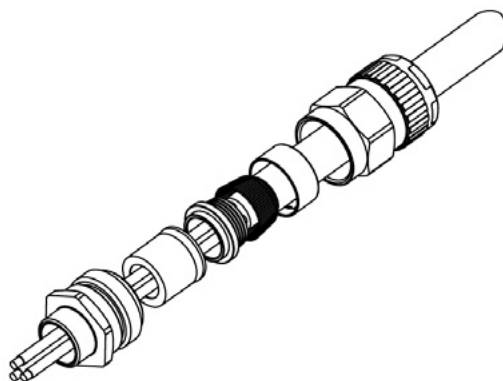

Figura 13. Ejemplo de prensaestopas
1. Retire la placa de la tapa del perno (Figura 13).